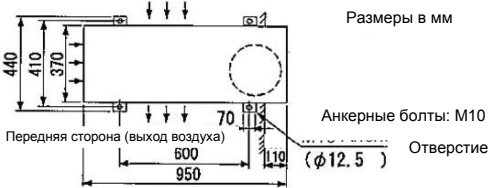

Рис. 4.3 Расположение анкерных болтов
2. При установке устройства для наружного применения зафиксируйте его анкерными болтами (см. рис. 4.3).